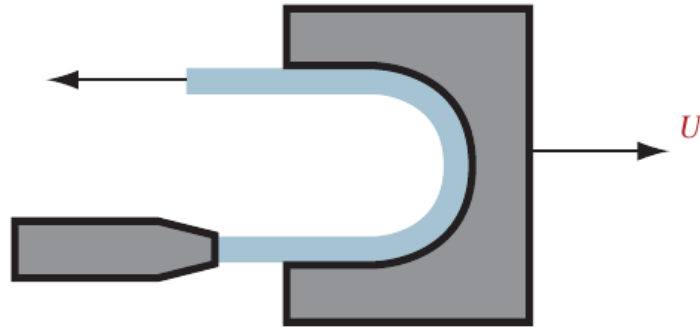

Figura 2: Deflector
2. A través de la tobera de la figura se descarga a la atmósfera un chorro de un líquido de densidad ρ , con un caudal Q y una sección transversal de área A . El chorro impacta sobre un deflector y es desviado según se indica en la figura 2. El deflector se mueve con una velocidad constante U , alejándose del chorro. Se supondrá, en primer lugar, que el módulo de la velocidad del líquido relativa al deflector en una sección transversal del chorro aguas abajo del deflector coincide con el que existe en una sección transversal del chorro incidente, y que en ambas secciones dicho módulo es uniforme. Se despreciarán las fuerzas másicas.